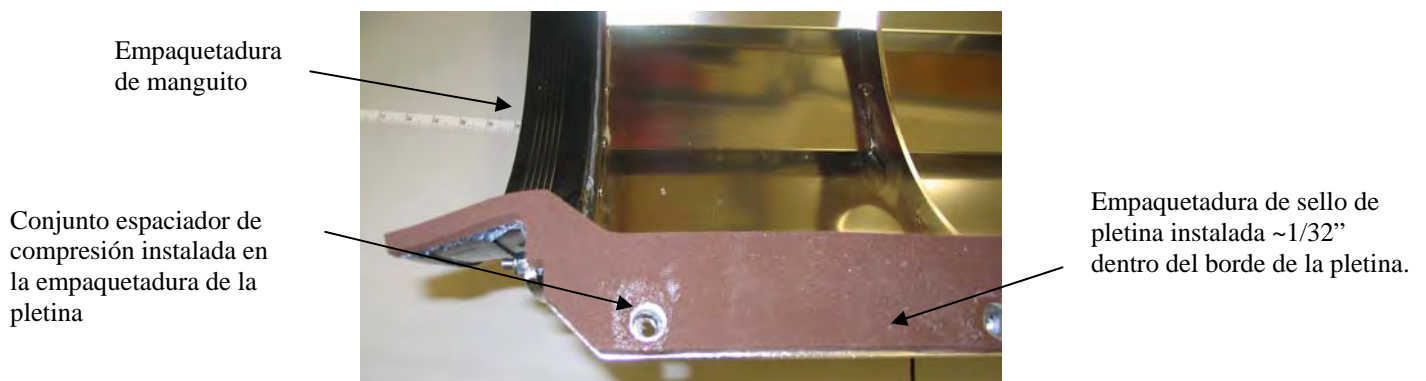

Figura 1 Instalación de Empaquetadura de Sello en Pletina de Cubierta Inferior
- b. Tenga cuidado para no cortar o dañar la empaquetadura del área de la cubierta como muestra la Figura 1.